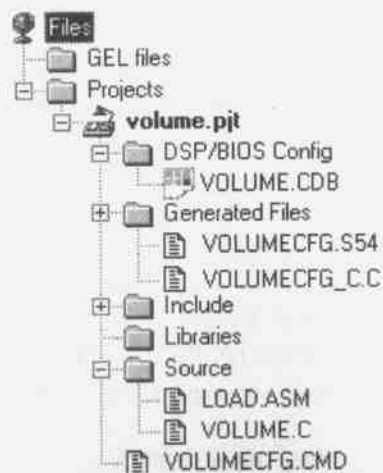

图 7.18 工程中包括的文件
- (1) 在 D:\application\ccs\myprojects 下建立一个名为 volume2 的文件夹。
- (2) 将 D:\application\ccs\tutorial\sim54xx\volume2t 目录下的所有文件复制到此目录中。
- (3) 从桌面或“开始”菜单程序组中运行 CCS2。
(4) 执行菜单命令 Project→Open, 打开 Volume. pj1 工程文件。
(5) 在工程视图图中将工程展开, 如图 7.18 所示。本工程中包括以下文件: